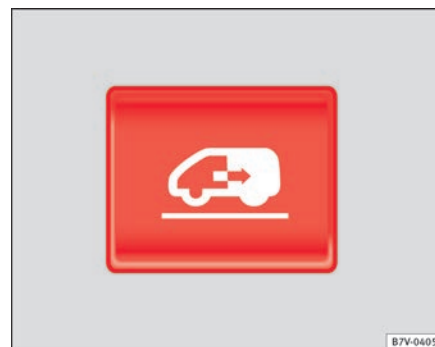

Fig. 51 No painel de instrumentos, na chave do veículo e no revestimento interior da porta de correr: Botão para abrir e fechar uma porta de correr eléctrica.
Abertura eléctrica da porta de correr.	Pressione o botão ⇒ Fig. 51 no painel de instrumentos, na chave do veículo ou no revestimento interior da porta de correr. A porta de correr abre com a função antitalamento enquanto não se pressionar de novo o botão.
Fecho eléctrico da porta de correr.	Pressione o botão ⇒ Fig. 51 no painel de instrumentos, na chave do veículo ou no revestimento interior da porta de correr. A porta de correr fecha com a função antientalamento enquanto não se pressionar de novo o botão. Enquanto fecha, ouve-se um sinal de advertência. Puxe brevemente o manípulo interior ou exterior da porta. A porta de correr fecha-se com intervenção da função antientalamento. Enquanto fecha, ouve-se um sinal de advertência.
- Pressione o botão ⏏ ⇒ Fig. 51 e mantenha-o pressionado. **A porta de correr fecha-se com toda a força!**